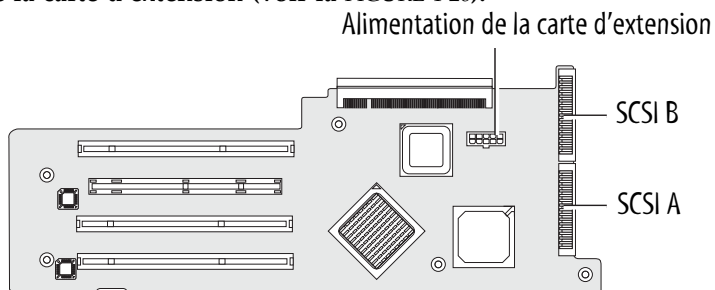

FIGURE 4-26 Déconnexion des connecteurs de la carte d'extension
6. Déconnectez le câble de données SCSI et le connecteur d'alimentation électrique de la carte d'extension (voir la FIGURE 4-26).